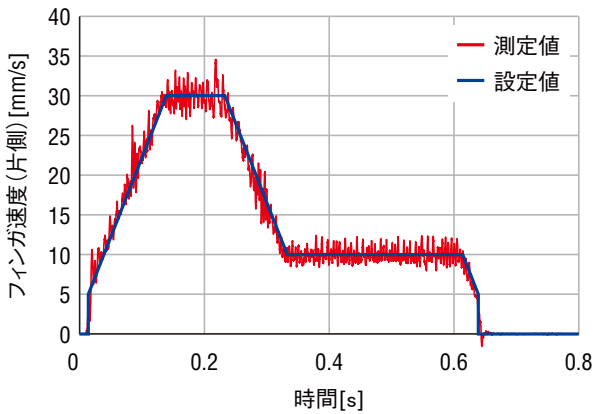

図10 運転速度
**EH**シリーズはモーター駆動のため、速度安定性が良く、またフィンガ開閉の速度・加速度・移動量をデータで簡単に設定が可能であり、タクトタイムの算出も可能です。図10はフィンガの開閉速度を変化させた場合の、速度の設定値と測定値の比較です。設定どおりの運転ができていることがわかります。